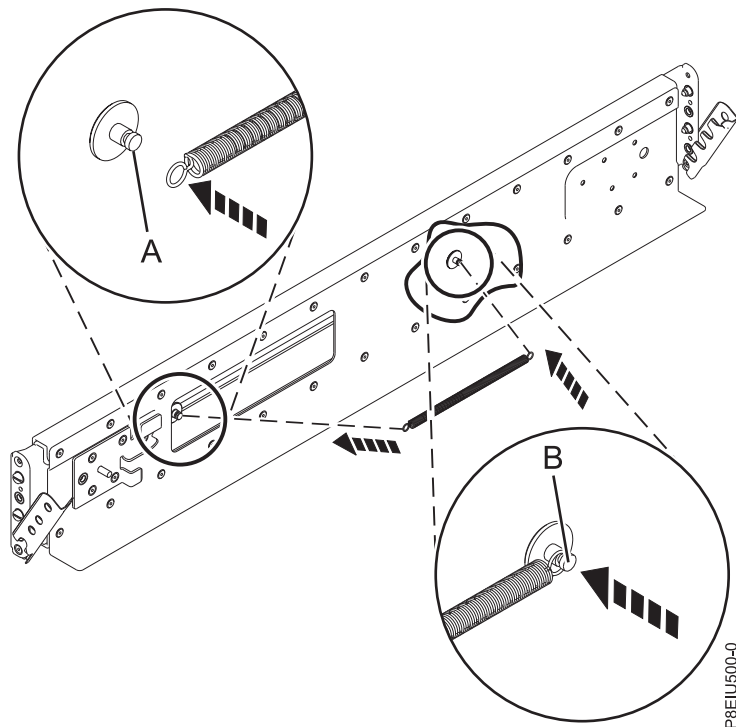

Figure 3. Installation du ressort sur la glissière
4. Installez le ressort sur la glissière en accrochant une extrémité autour de l'une des vis de butée circulaires (A) et l'autre extrémité autour de l'autre vis de butée circulaire (B) comme illustré dans la figure 3.